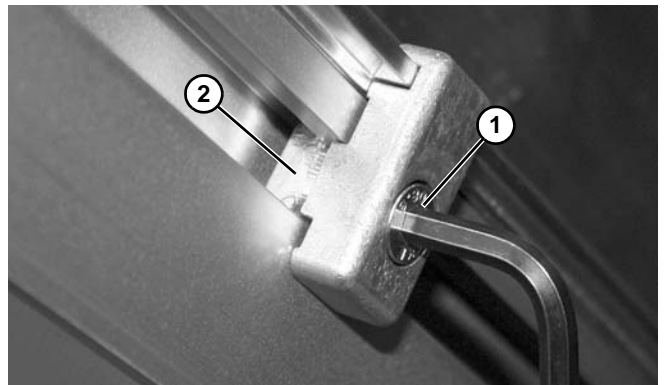

Figura 34
- Apriete el tornillo (**Figura 34, artículo 1**) asegurándose de que la barra en T (**Figura 34, artículo 2**) gira y encaja en el interior de la ranura en T.